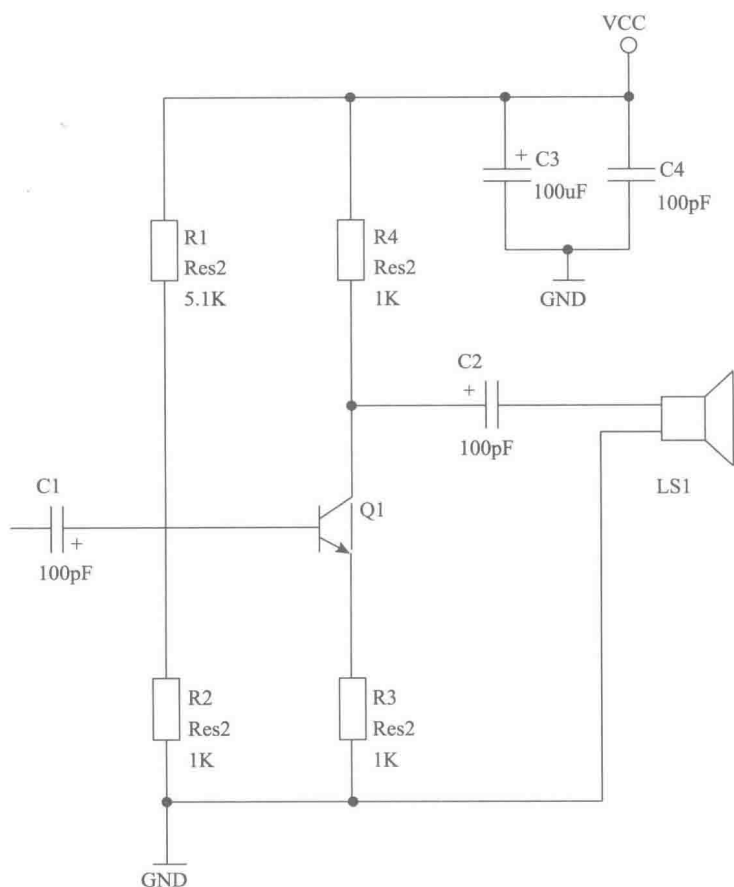

图 1-15 完成后的原理图
⑦ 将 GND 和 VCC 放置到原理图上即完成原理图的制作。制作完成后的最终效果图如图 1-15 所示。